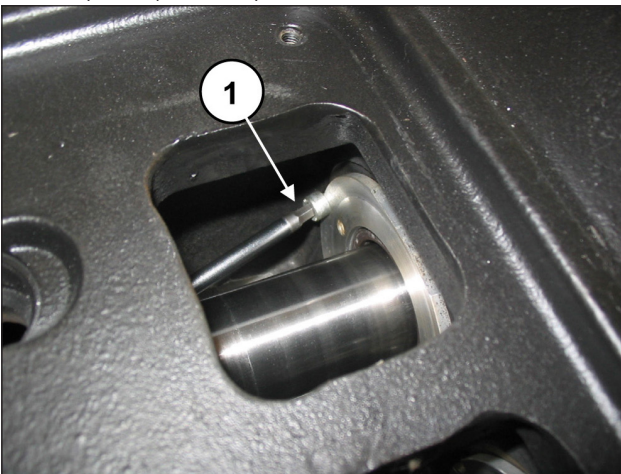

Abb. 157
Lösen Sie die zwei Befestigungsschrauben des Ölabbstreifing-Deckels (Pos. ①, Abb. 157).